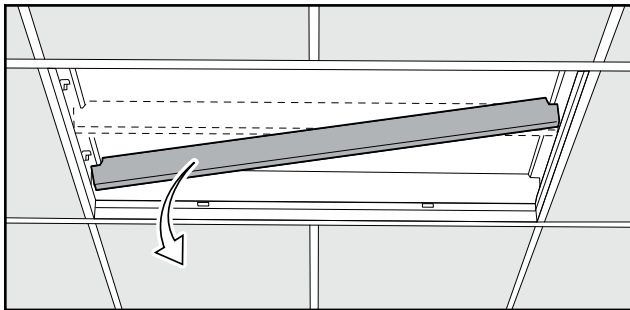

Figure 3.
3. S'il y a un panneau inférieur, retirez-le. Si la hauteur du chemin lumineux encastré est limitée, retirez le ballast (fig. 3).